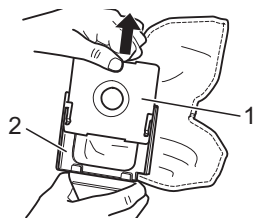

Abb. 19
5. Ziehen Sie den Staubfilterbeutel (Abb. 19/1) aus dem Staubbeutelhalter (Abb. 19/2) heraus.